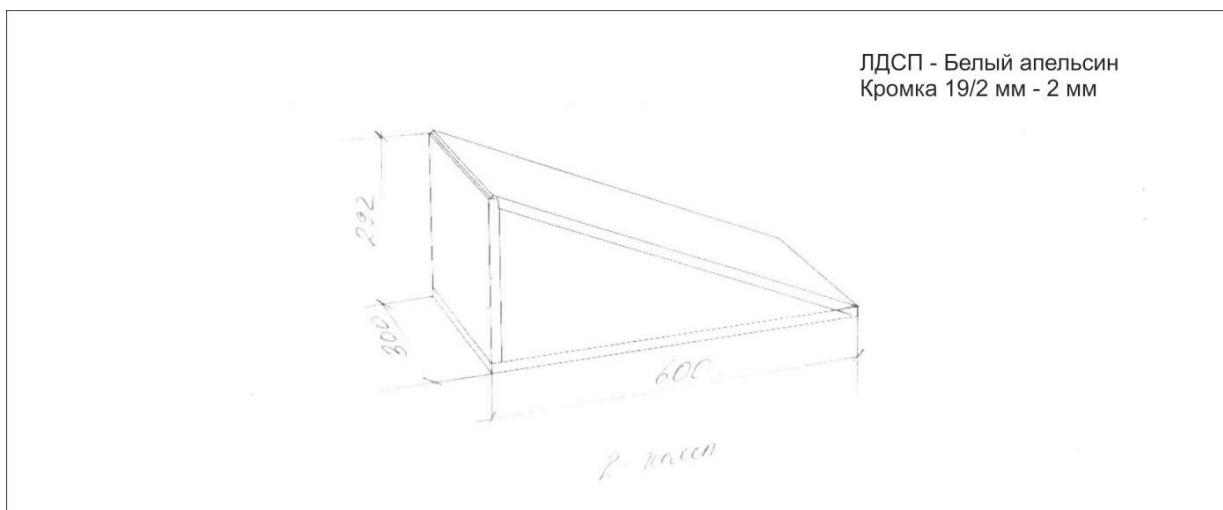

Рис. 3 Элемент полигона – горка.
- 2.1.5. Горка 300x600x292 мм, с нанесенным на лицевую поверхность наклейкой с изображением поля – 2 шт. (рис. 3)